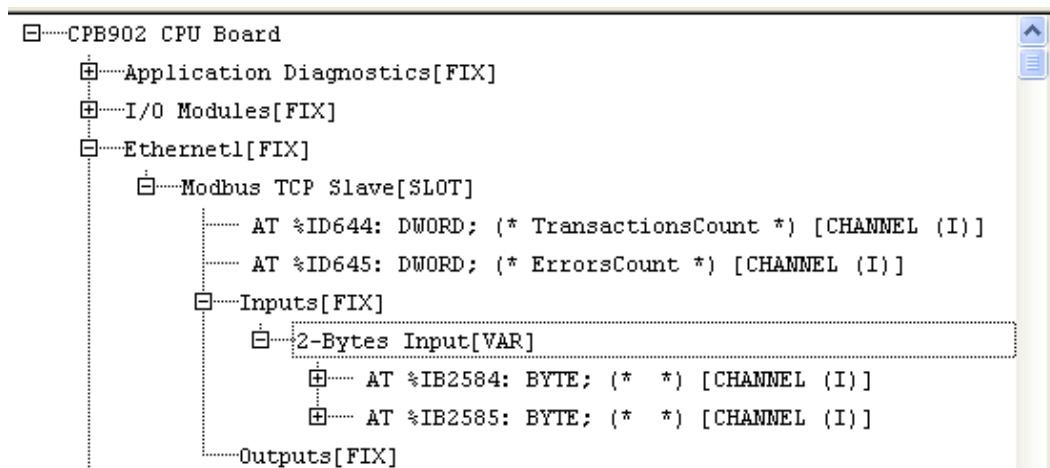

Рис.27. Список объекта 2-Bytes Input
2.5.2. Раскрыть иерархический список добавленного объекта **2 – Bytes Input**, который представляет собой описание 2-х отдельных байтов (рис. 27).